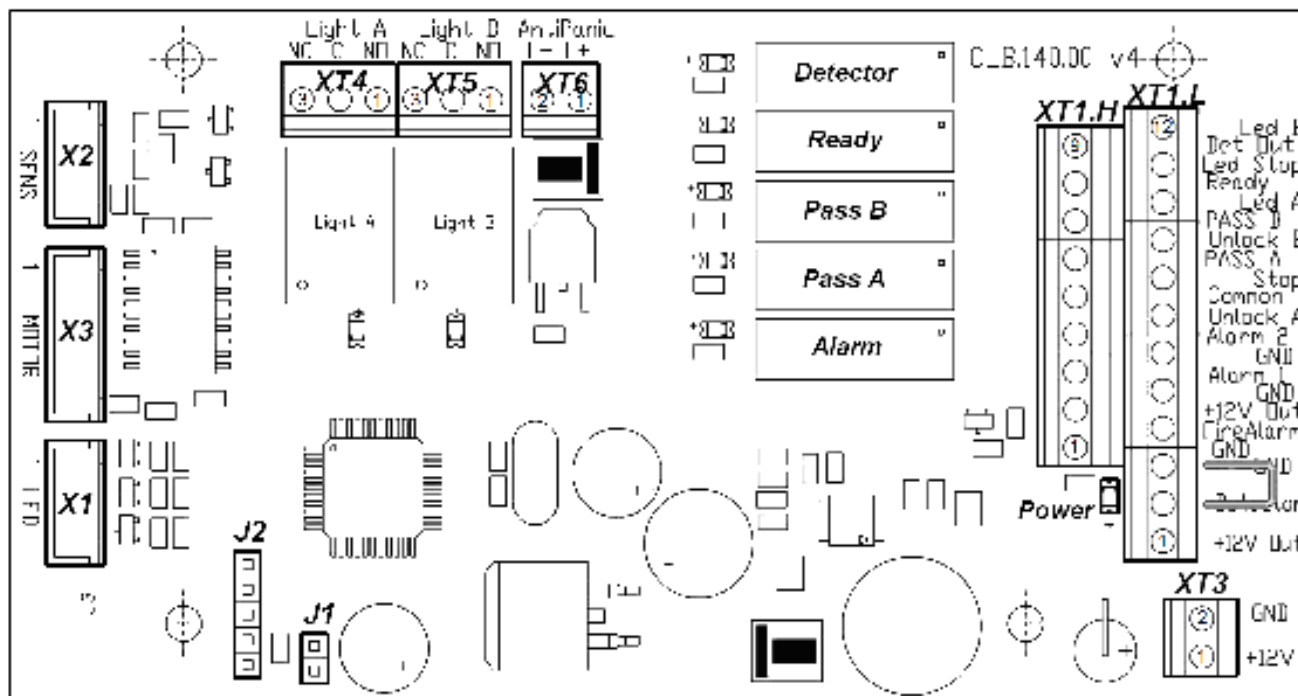

Рисунок 5. Внешний вид платы управления
ПДУ подключается к плате управления гибким многожильным кабелем (12) через клеммную колодку **XT1.L** (см. рис. 5 и 12).
Изменить ориентацию ПДУ относительно установки турникета (если по месту установки турникет обращен к оператору не лицевой, а тыльной стороной) можно, поменяв местами провода от ПДУ, подключаемые на контакты *Unlock A* и *Unlock B*, а также *Led A* и *Led B* соответственно (см. рис. 5 и 12).
Общий вид платы управления показан на рис. 5.
Подключение указанных устройств производится с помощью кабеля (5) к соответствующим клеммным колодкам **XT1.L** и **XT1.H** платы управления в соответствии со схемой электрических соединений (см. рис. 5 и 12).
Обозначения установленных на плате управления клеммных колодок и назначение их контактов показаны на рис. 5.
Факт срабатывания/отпускаания реле *PASS A*, *PASS B*, *Ready*, *Detector* и *Alarm* можно определить по загоранию/гашению красных индикаторов, которые установлены вблизи указанных реле (см. рис. 5).
Режим управления определяется наличием перемычки на разъеме *J1* (расположение разъема *J1* показано на рис. 5 и на наклейке, расположенной на внутренней поверхности крышки с блоком индикации (2): перемычка установлена – импульсный режим управления, перемычка снята – потенциальный режим управления). При поставке перемычка установлена.
Подключение ДКЗП производится к контактам, клеммной колодке **XT1.L**, а сирены клеммной колодке **XT1.H** платы управления согласно схеме электрических соединений (см. рис. 5 и 12). ДКЗП должен иметь нормально-замкнутые контакты.
На контакты *Det Out* и *Common* клеммной колодки **XT1.H** платы управления (рис. 5) всегда транслируется сигнал о текущем состоянии ДКЗП.
Подключение устройства, подающего команду аварийного открытия прохода, производится к клеммной колодке **XT1.L** платы управления согласно схеме электрических соединений (см. рис. 5 и 12). Если вход *Fire Alarm* не используется, то необходимо установить перемычку между контактами *Fire Alarm* и *GND*. При поставке данная перемычка установлена.